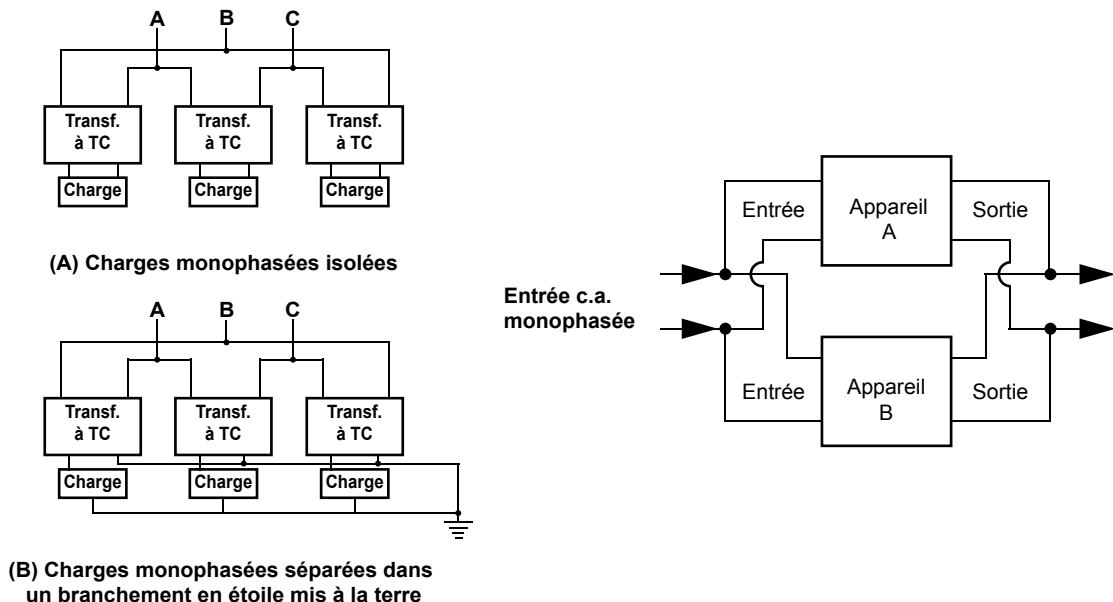

FIGURE 11
Il est possible de brancher en parallèle des appareils SolaHD portant la même référence afin d'obtenir une capacité de charge plus élevée. Les branchements doivent être mis en parallèle à l'entrée comme à la sortie (voir la figure 11). La référence SolaHD doit finir par -8 ou -C8 et la puissance de l'appareil doit être supérieure à 1 kVA. Les appareils portables ne peuvent pas être montés en parallèle.
Ce modèle de circuit n'est pas destiné à alimenter une charge monophasée ligne-ligne ou une charge triphasée en triangle. Les sorties doivent alimenter trois charges monophasées indépendantes affichant le même total en volts-ampères (VA). Les branchements doivent être unidirectionnels ou birectionnels, comme indiqué dans la figure 11.